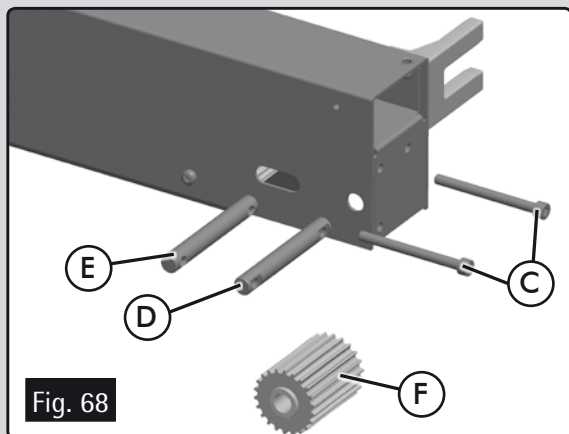

Fig. 68
- Enlever les tiges de serrage (C Fig. 68), extraire l'axe de tension D, l'axe du galet entraîné (E) et le galet entraîné (F) (Fig. 68).
- Monter le galet entraîné F (Fig. 68) et son axe E, en tenant compte du fait qu'il est divisé en deux parties, prendre soin de le monter avec les coussinets vers les côtés externes du galet.
- Monter l'axe de tension D (Fig. 68) et les deux vis de tension C.